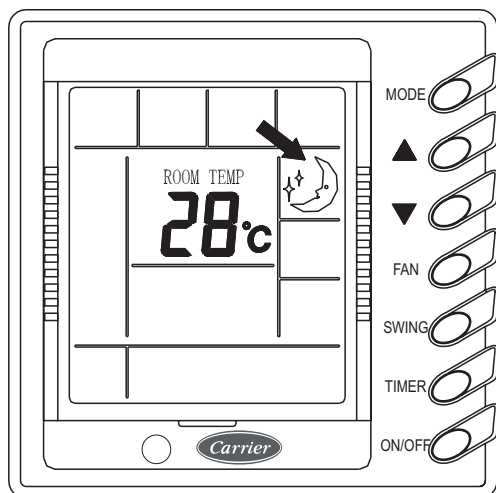

Fig. 5-IV
3. Programação do Modo SLEEP (Dormir) (Fig. 5-IV)